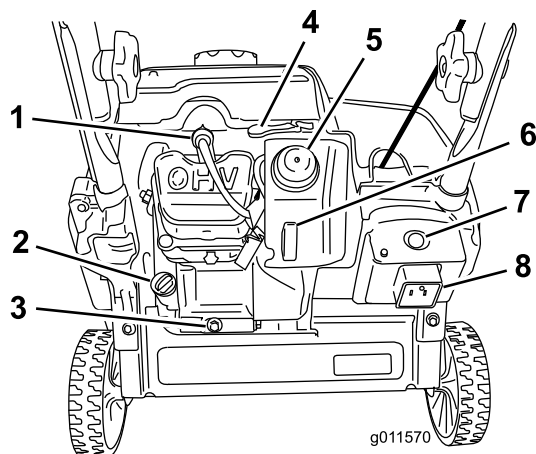

Bild 11
2. Reinigen Sie den Bereich um den Öleinfülldeckel (Bild 11).
3. Reinigen Sie den Bereich um den Öleinfülldeckel (Bild 11).